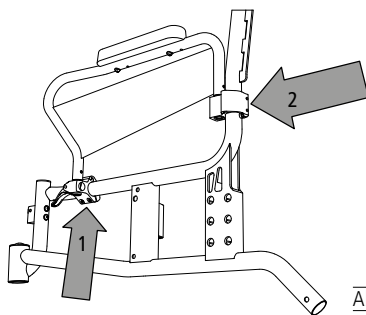

Abb. 11
2. Lossa båda insexskruvarna i sidoskyddets främre fästklämma (1, bild 11). Lossa även båda insexskruvarna i sidoskyddets bakre fästklämma (2, bild 11).